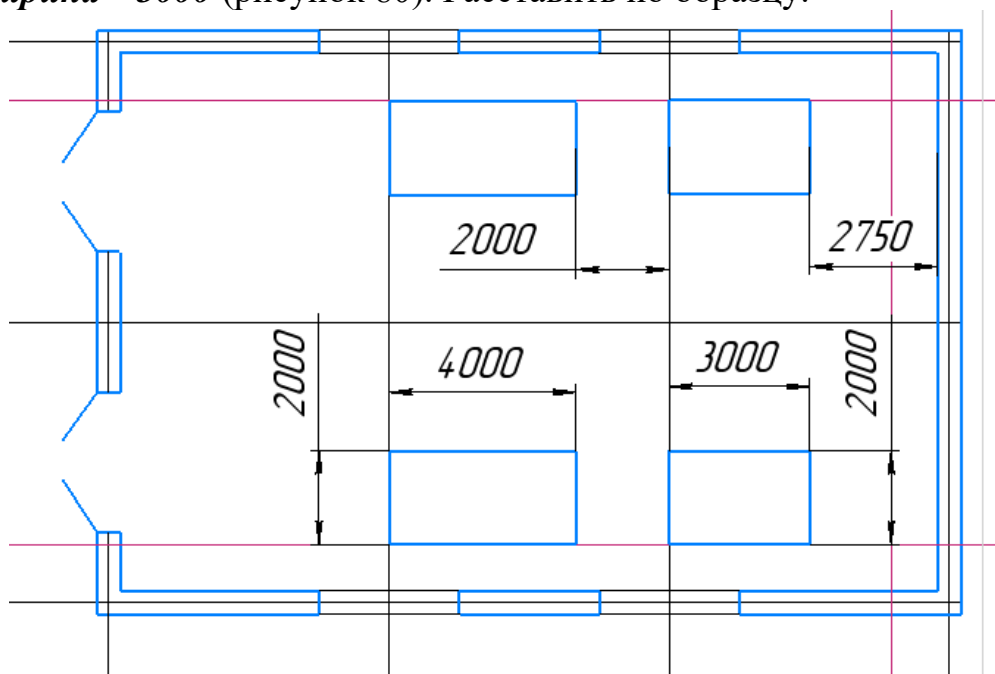

Рисунок 80.
17. Оборудование на строительном чертеже выполняется условно. С учетом рабочих мест, расстоянием между оборудованием 1000-2000мм. Выполнить прямоугольники: 1 – Высота – 2000, Ширина – 4000; 2 - Высота – 2000, Ширина – 3000 (рисунок 80). Расставить по образцу.